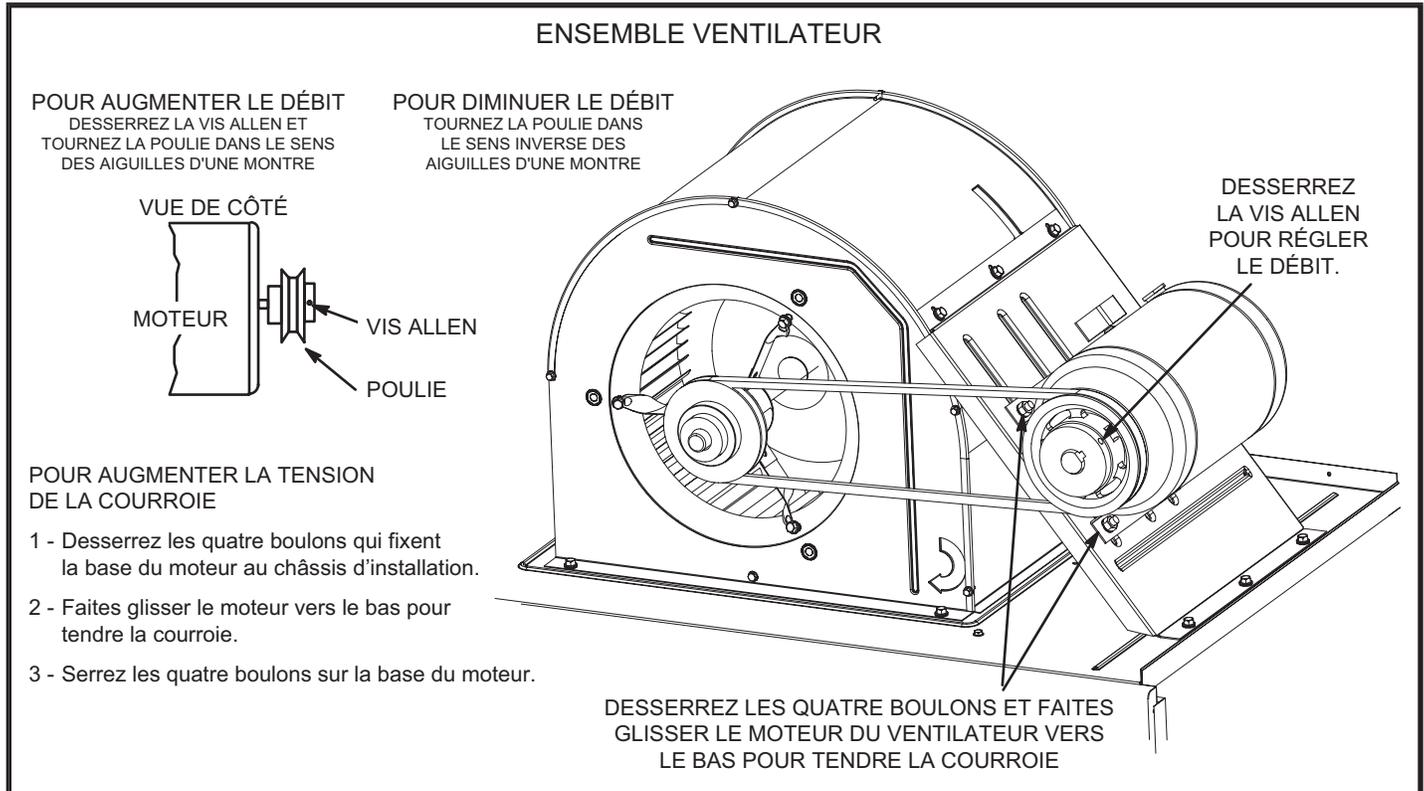

FIGURE 25
- 5 - La vitesse du ventilateur peut être réglée au niveau de la poulie du moteur. Desserrez la vis Allen et tournez la poulie réglable dans le sens des aiguilles d'une montre pour augmenter le débit. Tournez dans le sens inverse des aiguilles d'une montre pour diminuer le débit. Reportez-vous à la FIGURE 25. Ne dépassez pas les nombres minimum et maximum de tours de poulie indiqués au TABLEAU 4.
- 1 - Desserrez les quatre boulons qui fixent la base du moteur au châssis d'installation. Reportez-vous à la FIGURE 25.